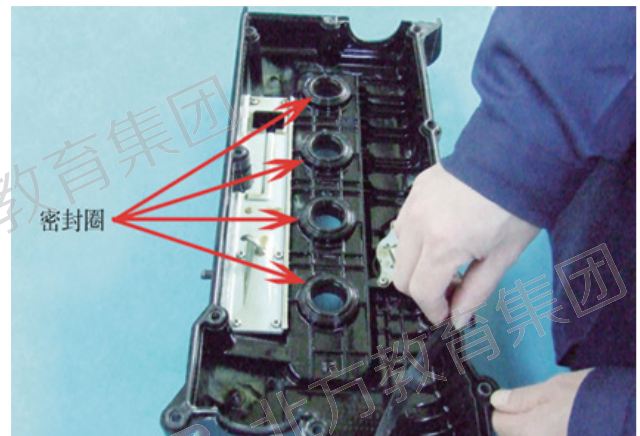

图 12
- (2) 将气门室盖放置到气缸盖上，按顺序紧固固定螺栓。拧紧力矩为 $12-15\text{N}\cdot\text{m}$ 。如图 12 所示。
- (3) 其它零部件按照拆卸相反顺序安装。